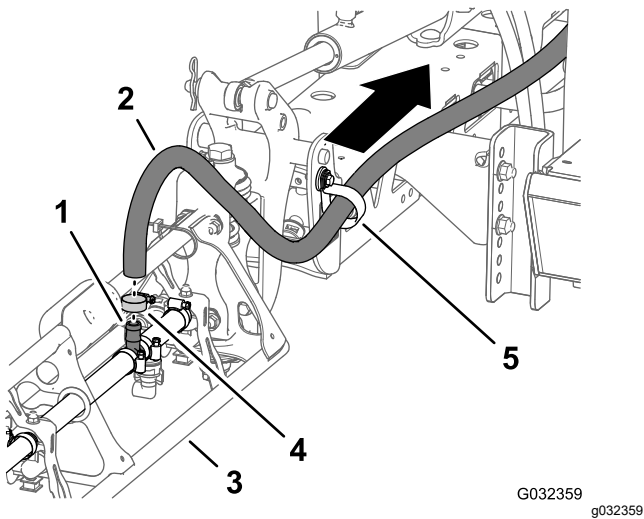

Figura 37
1. En la sección de brazo exterior, retire la abrazadera que sujeta la manguera de suministro de la sección de brazo al conector en T dentado (Figura 37).
- Retire la manguera del conector en T (Figura 37).
- Retire el extremo libre de la manguera de la abrazadera en R (Figura 37).